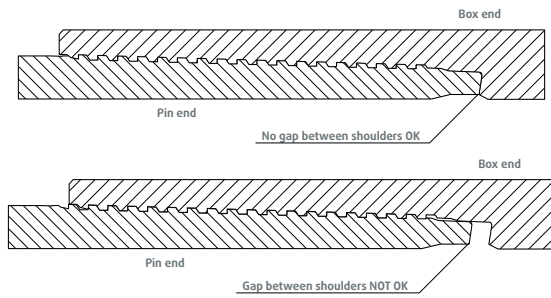

Imagen 7
- Ningún espacio entre el hombro del acoplamiento y la punta de la rosca macho, el acoplamiento debe hacerse muy ajustado (vea la imagen 7).